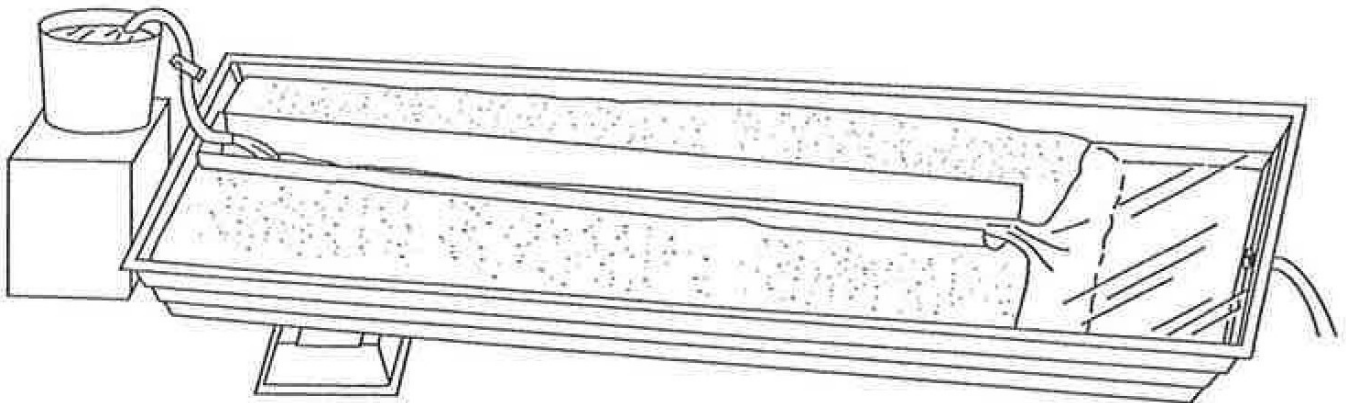

FIGURE 3
a) Pour étudier la pente, placez la rigole dans la maquette rivière. Élevez l'extrémité fermée de la rigole à un angle faible d'environ 3 à 5 degrés. Cet angle peut être mesuré avec un rapporteur pour représenter graphiquement les résultats. Placer une extrémité du tuyau dans un seau d'eau placé au-dessus de la partie surélevée de la rigole. (Voir figure 3) Créez un flux en dirigeant l'eau vers le bas de la rigole. Utilisez la pince pour régler un débit lent et régulier. Ne touchez pas la pince quand cette partie de l'expérience a débuté. L'objectif est de faire varier l'angle à un débit constant.
Remplissez de sable les deux tiers de la maquette, en face du drain. Élevez cette partie à sa hauteur maximale en faisant glisser le support sous la maquette. Placez le tuyau dans un seau surélevé au-dessus de la partie supérieure de la maquette (voir figure 3) et ajustez le collier à un débit moyen. Creusez une tranchée étroite sur toute la longueur du sable, en plaçant le tuyau à l'extrémité supérieure.